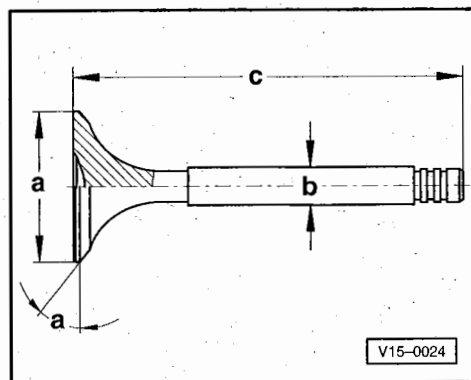

Fig. 1 Soupapes : cotes
- ♦ Contrôle du gauchissement de la culasse ⇒ fig. 1, page 15-5
- ♦ Cotes des soupapes ⇒ fig. 1